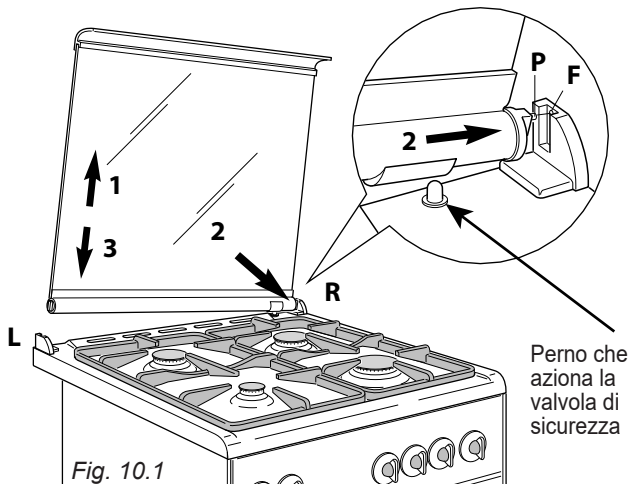

Fig. 10.1
- Se le cerniere si dovessero sfilare, rimetterle nella loro sede facendo attenzione che: nella sede destra deve essere montata la cerniera con la stampigliatura "R" mentre nella sede sinistra la cerniera con la stampigliatura "L" (fig. 10.1).